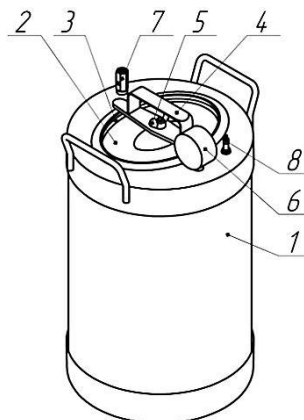

Рисунок 2 – Комплект поставки (позиции 9,10,11 на рис. не отображены)
4.1 В комплект поставки входят (смотри таблицу 2 и рисунок 2):
Автоклав состоит (см. рис. 2) из корпуса поз.1, установленного на него манометра поз.6, клапана предохранительного поз.7, высокотемпературного вентиля поз.8 и крышки поз.2 и ручки-замка поз.4.